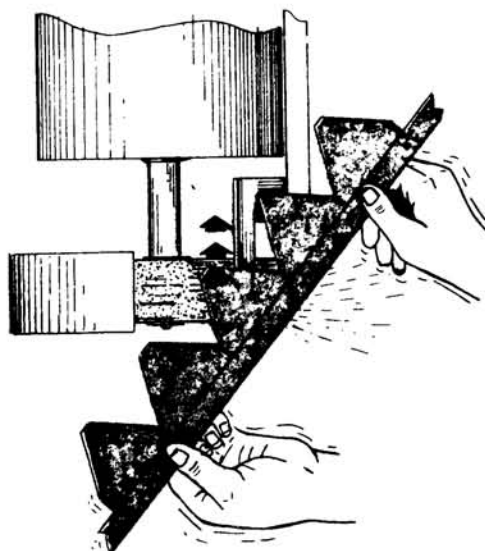

Fig. 3
- b Afíle las cuchillas en la amoladora fija, conservando el ángulo de corte y el bisel (fig. 3).